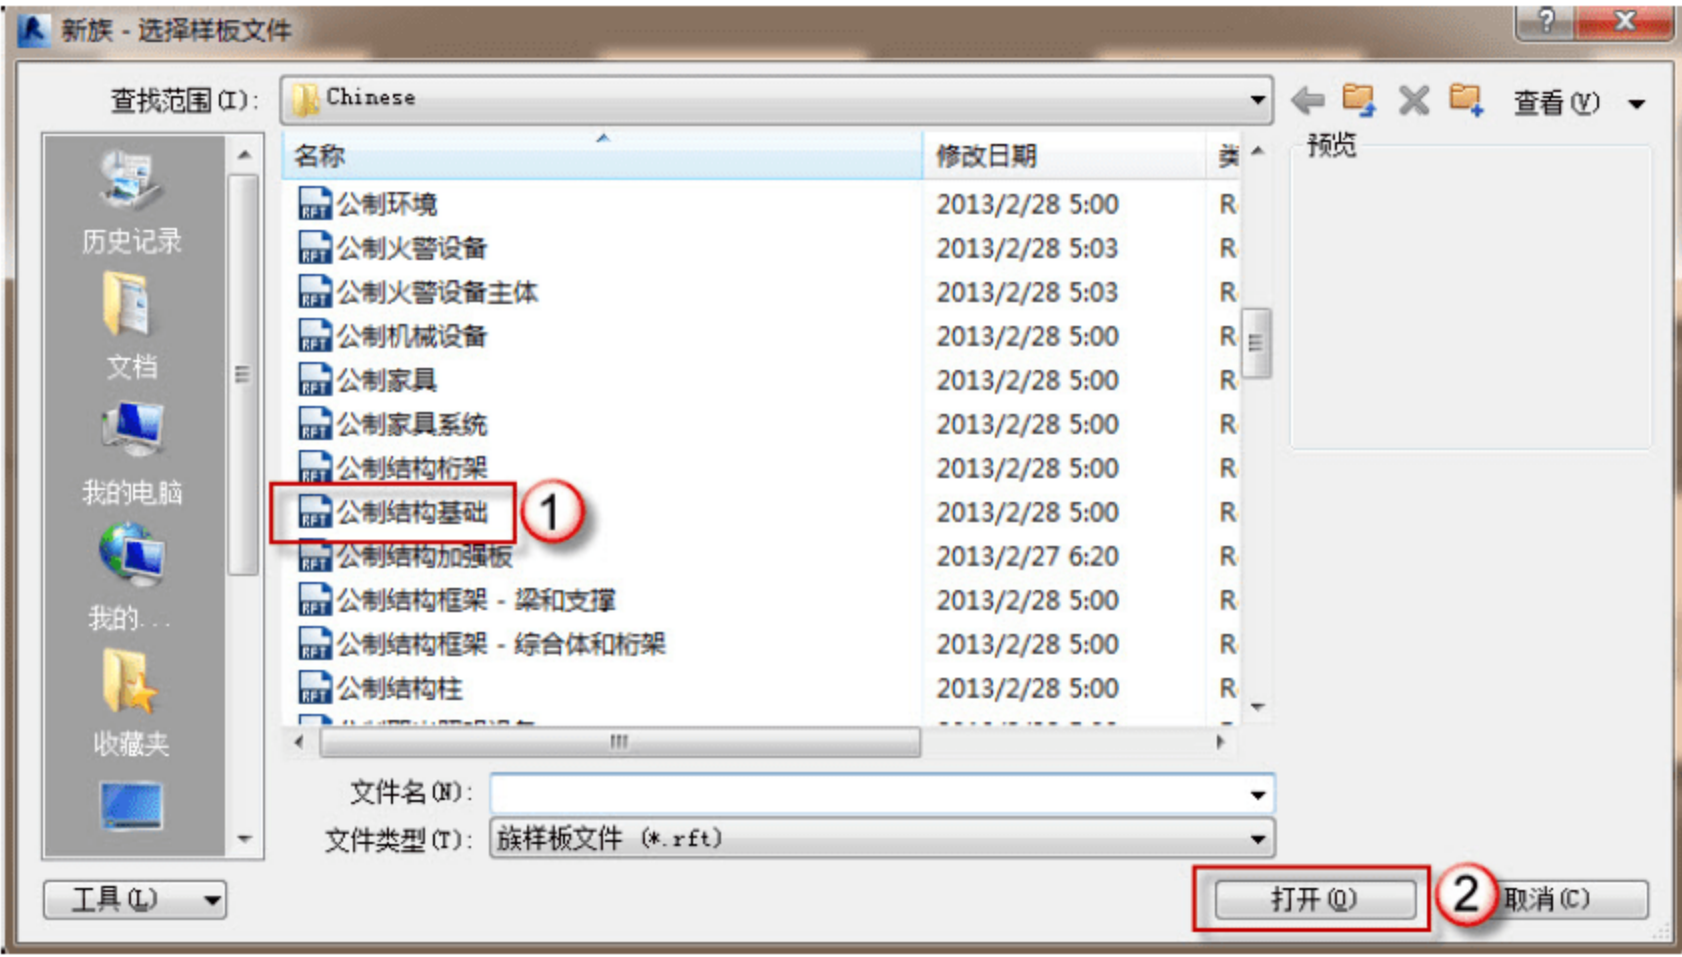

图 2.1.78 新建族样板
(1) 新建族。选择“新建”→“族”命令，在弹出的“新族-选择样板文件”对话框中，选择“公制结构基础”选项，单击“打开”按钮，如图 2.1.78 所示。